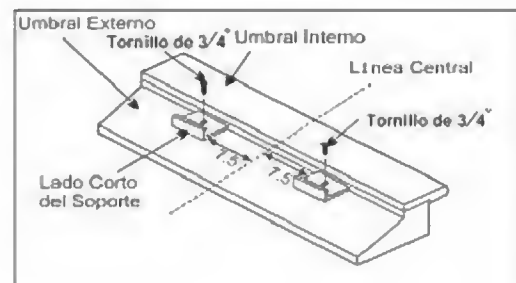

Fig. 5
5. Instale los soportes en L en el umbral externo, de modo que la parte más corta del soporte apoye contra la parte posterior del umbral interno. Instale un soporte en L a 7.5" de cada lado de la línea central. Vea la Fig. 5.